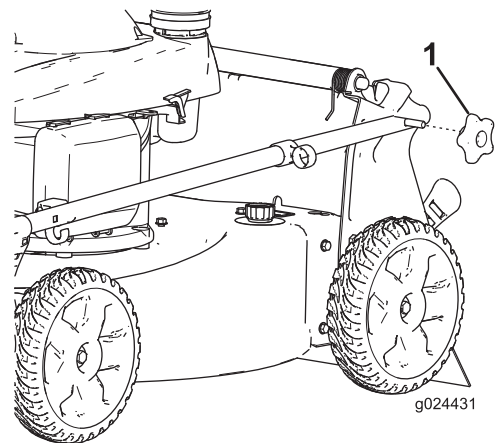

Figura 3
- Retire los pomos del manillar de la carcasa de la máquina (Figura 3).